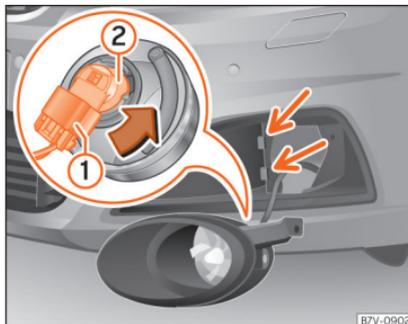

Abb. 67 Glühlampe im Scheinwerfer austauschen.
- Scheinwerfer ein wenig nach vorn klappen und aus den seitlichen Aufnahmen »» **Abb. 67** (kleine Pfeile) herausziehen.
- Anschlussstecker »» **Abb. 67 ①** entriegeln und abziehen.
- Lampenhalter »» **Abb. 67 ②** in Pfeilrichtung bis zum Anschlag nach links drehen und mit der Glühlampe nach hinten herausziehen.
- Anschlussstecker »» **Abb. 67 ①** auf den Lampenhalter **②** stecken. Der Anschlussstecker muss hörbar einrasten.
- Scheinwerfer in die Aufnahmen »» **Abb. 67** (kleine Pfeile) stecken und nach hinten klappen.